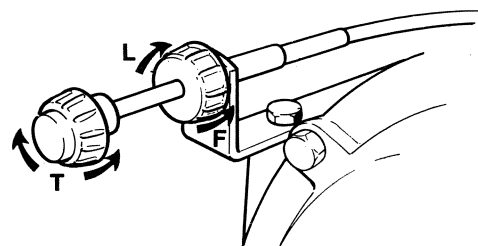

Fig. 33. Commande de régime moteur dans la salle des machines
5. Régler le régime à partir de la chambre des machines. Voir fig. 33. La douille la plus proche doit être tournée dans le sens contraire des aiguilles d'une montre et le bouton de commande au milieu, doit être enfoncé pour obtenir un plus grand changement. Lorsque le bouton est relâché, le câble se trouve bloqué.